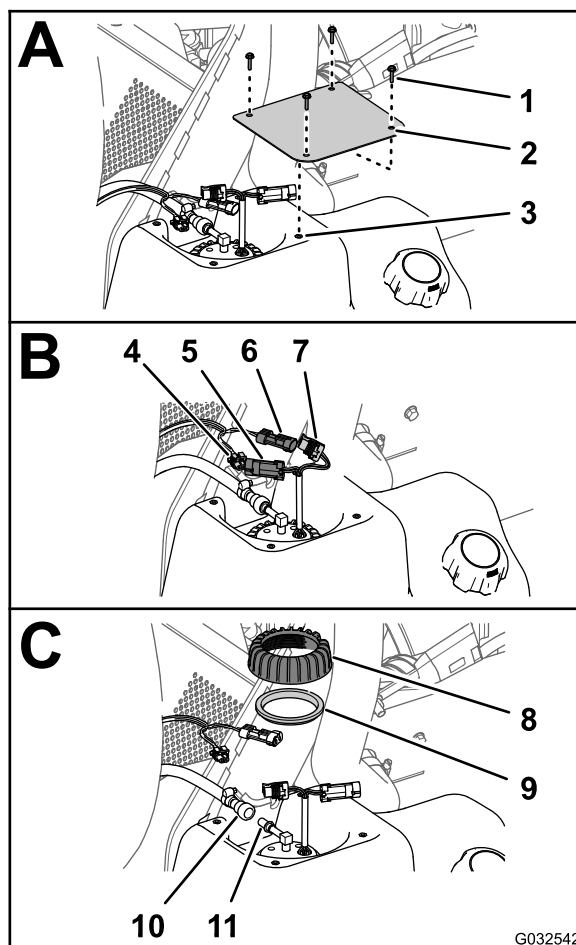

Figure 72
2. Sur le réservoir de carburant, retirez les 4 vis (n° 10 x 3/4 po) qui fixent le couvercle au sommet du réservoir et déposez le couvercle (Figure 72).
à 2 broches de l'ensemble pompe à carburant/transmetteur; débranchez le connecteur à 2 broches du faisceau de la machine du connecteur à 2 broches de la pompe à carburant/transmetteur (Figure 72).
4. Éloignez le manchon de verrouillage du raccord du flexible de carburant du raccord de la pompe à carburant/transmetteur, et débranchez le raccord du flexible du raccord de la pompe à carburant/transmetteur (Figure 72).
5. Tournez l'écrou de la pompe à carburant/transmetteur dans le sens antihoraire et déposez l'écrou et le joint (Figure 72).